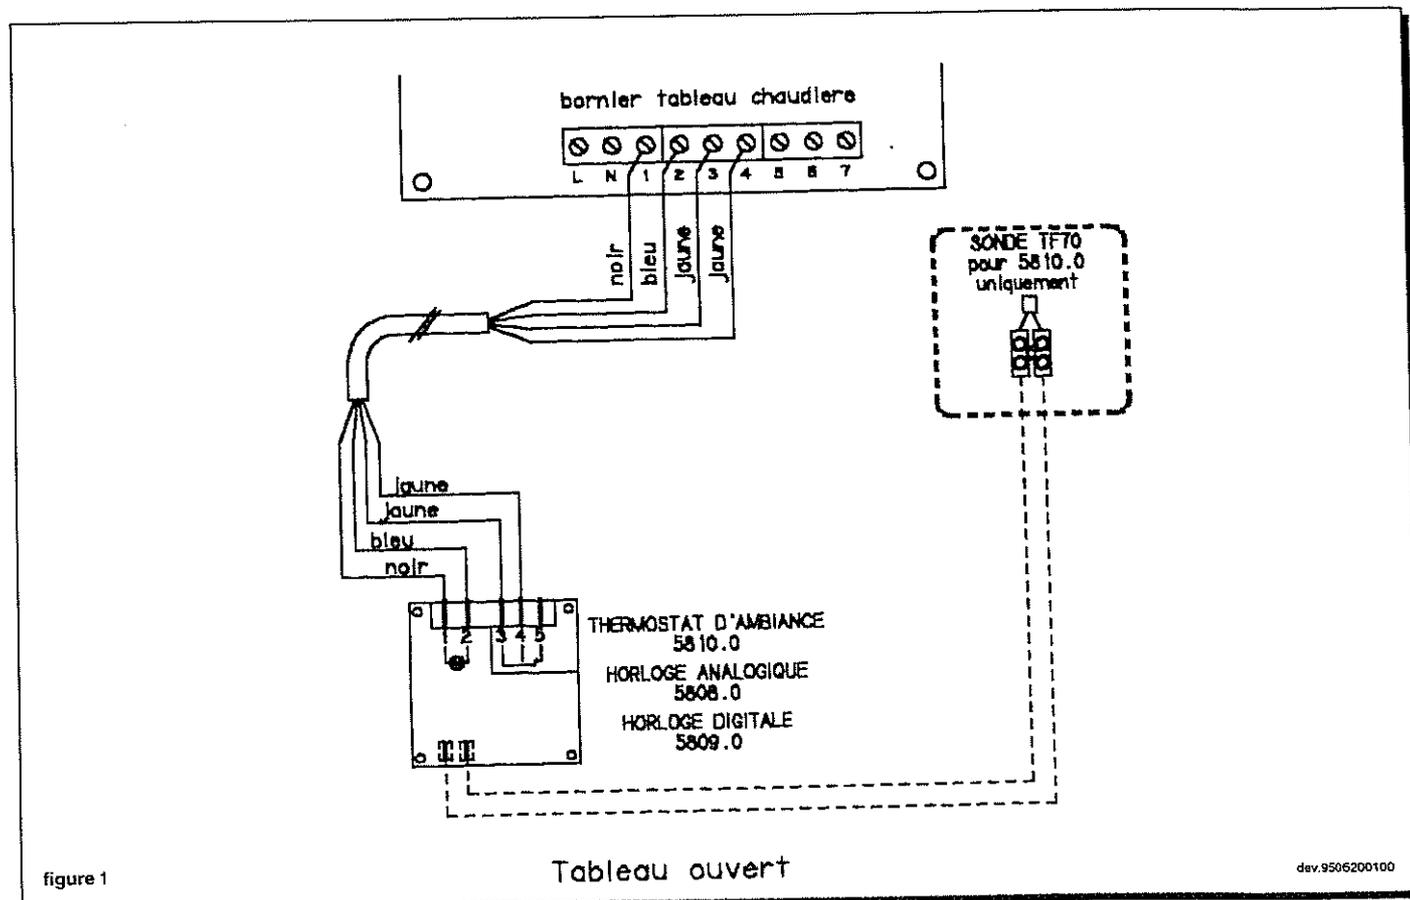

figure 1
- Enlever le pont sur les bornes (3) et (4) de la carte câblage (voir schémas des connexions à la page 14 et 15).
- Réaliser la connexion électrique selon le schéma de la Figure 1.